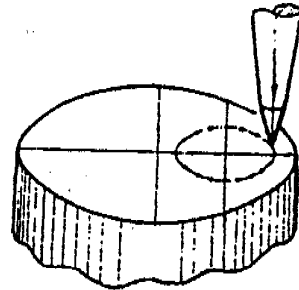

Figura 5
- c. Marque con punto de marcar (Figura 5)